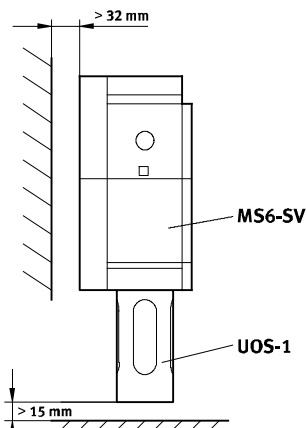

Fig. 3 Montering
- Placera MS6(N)-SV-...-E-ASIS så att det finns tillräckligt med plats för AS-i-anslutningen och ljuddämparen → Fig. 3 Montering med ljuddämpare UOS-1 från Festo.